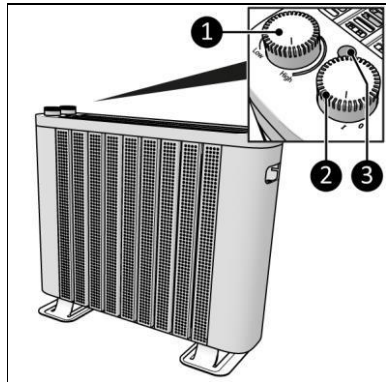

Abbildung 6
1. Drehen Sie den EIN/AUS-Knopf auf EIN (Abbildung 6, Pos. 2).
2. Die Lichtanzeige (Abbildung 6, Pos. 3) beginnt zu blinken.
3. Drehen Sie den Thermostatknopf auf die Hoch-Einstellung (Abbildung 6, Pos. 1).